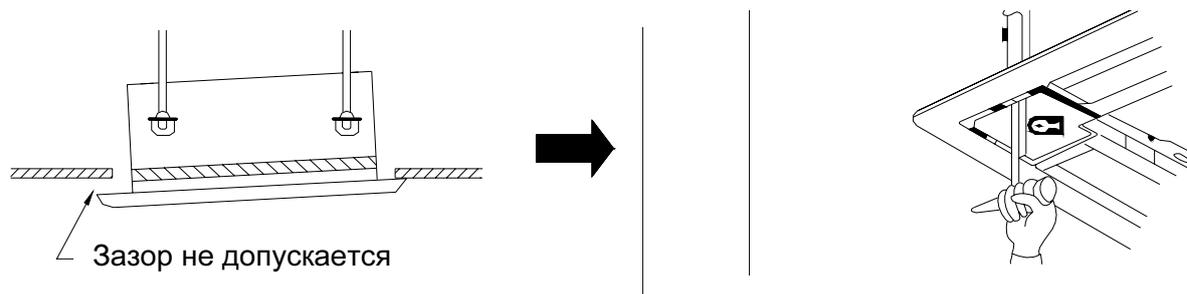

Рисунок 6.11- Регулирование положения блока в горизонтальной плоскости
6.3.11.3 При необходимости отрегулируйте положение блока при помощи винта через отверстие в углу блока (см. рисунок 6.11).